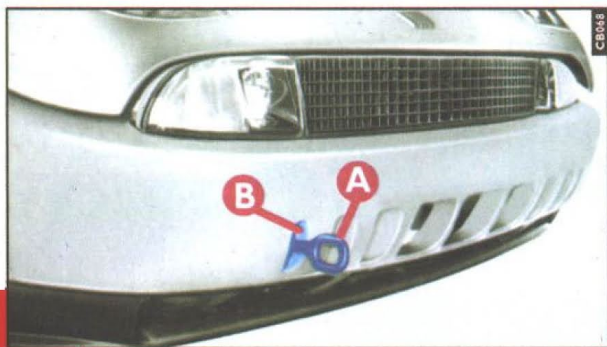

fig. 33
- parafusar a fundo o gancho **A-fig. 33** no pino roscado, através da abertura **B** no pára-choque dianteiro;